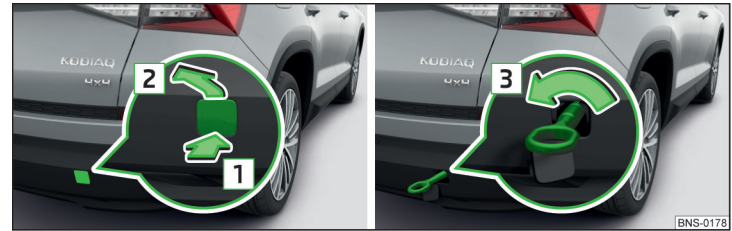

Abb. 355 Abdeckkappe abnehmen / Abschleppöse einbauen
- Zum **Abnehmen** auf die Abdeckkappe in Pfeilrichtung **1** drücken und diese in Pfeilrichtung **2** abnehmen » Abb. 355.
- Zum **Einbauen** die Abschleppöse von Hand in Pfeilrichtung **3** » Abb. 355 bis zum Anschlag einschrauben » **!**